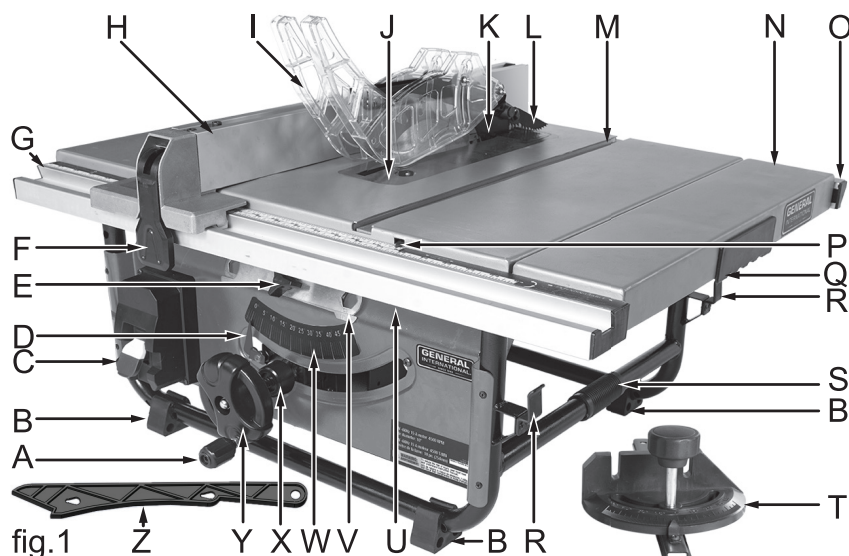

fig.1
- Avant de commencer, assurez-vous que la poignée de la manivelle est installée à l'avant de la manivelle pour vous donner un contrôle plus précis. Attachez la poignée (A, figure 1) sur le volant (Y, fig 1) à l'avant de la scie.
2. Assurez-vous que le levier de blocage de l'inclinaison de la lame (X, fig 1) est bien serré.
3. Retirer l'insertion de la lame sur la table (J, fig. 1).